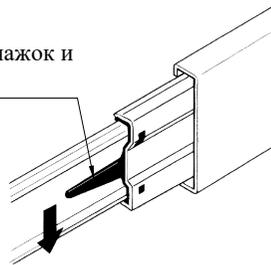
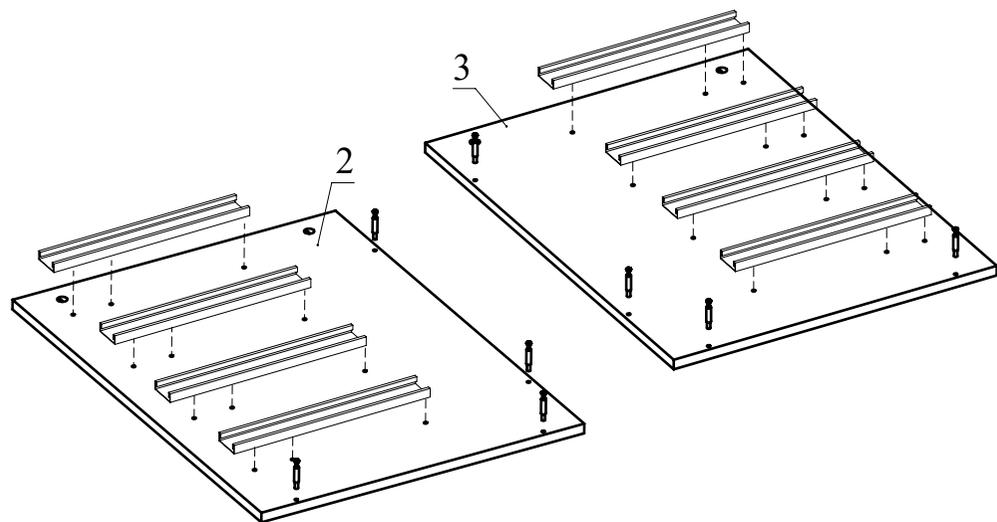

Рис.3
Рис.4
3. Отсоедините от основания телескопических направляющих внутренние планки, отогнув пластиковый рычажок фиксатора (Рис. 3). Основания телескопических направляющих закрепите на деталях 2, 3 винтами М5х8 (Рис. 4). **!!!** Приложите телескопическую часть отверстиями к отверстиям на боковине стола так, чтобы они были отцентрованы относительно друг друга. Вкрутите винты М5х8 с помощью шуруповерта, приложив немного усилий. **Внимание:** винт М5х8 должен заходить с натягом для максимально плотной фиксации телескопических направляющих.